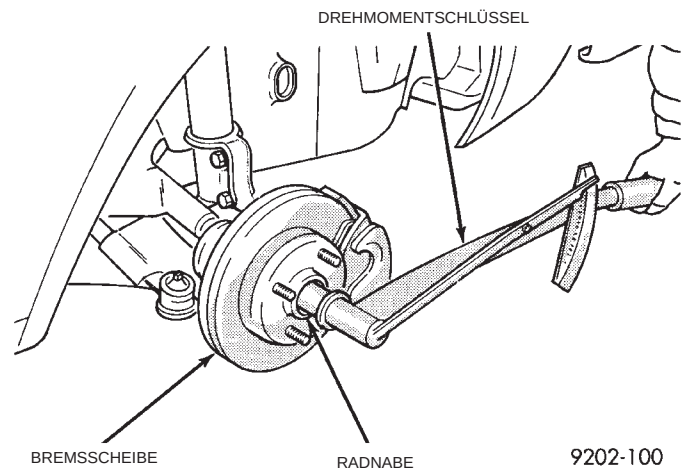

Abb. 76 Zentralmutter der Radnabe festziehen
(13) Bei angezogenen Fahrzeugbremsen die Zentralmutter der Radnabe mit einem Anzugsmoment von 203 N·m (150 ft. lbs.) festziehen (Abb. 76).